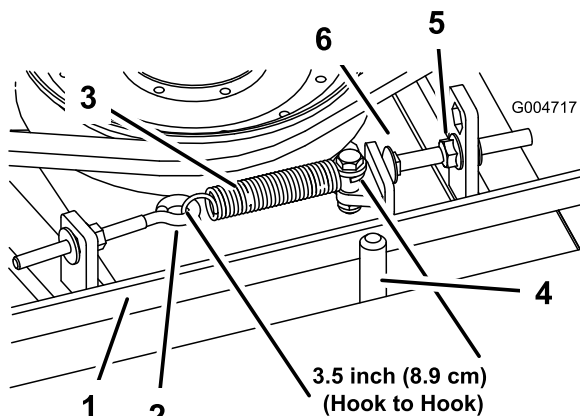

Bild 75
Bei richtiger Spannung sollte die Messung innen an der Verlängerungsfeder (Haken zu Haken) ungefähr $8,3 \text{ cm} \pm 9,5 \text{ cm}$ betragen. Wenn die Federspannung richtig ist, stellen Sie die Anschlagsschraube (Schlossschraube) ein, bis der Abstand zwischen dem Schraubenkopf und dem Spannarm ungefähr 2-55 mm beträgt (Bild 75).
Hinweis: Achten Sie darauf, dass der Riemen auf der Federseite der Riemenführung positioniert ist (Bild 75).
2. Lösen Sie den Augenbolzen, um die Verlängerungsfeder abzunehmen (Bild 75).
3. Lösen Sie die Bundmutter, mit der die Anschlagsschraube an der Befestigungsnase befestigt ist, und schieben Sie die Spannscheibe vom Riemen weg, um die Riemen Spannung zu lösen (Bild 75).
9. Setzen Sie die Verlängerungsfeder (Bild 75) wieder in den Augenbolzen ein und spannen Sie den Riemen wie folgt: